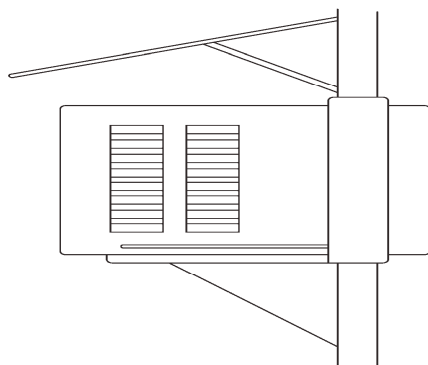

Fig. 6
- Instale la unidad a la sombra de la casa. Si el aire acondicionado debe ser instalado en un lugar de exposicion directa a la luz del sol, asegurese de instalar una sombra protectora. (Fig. 6)